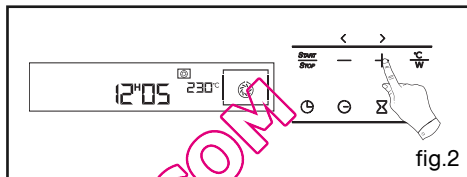

fig.2
- Ajustez par les touches + ou - la consigne de température que vous désirez enregistrer (fig.2).